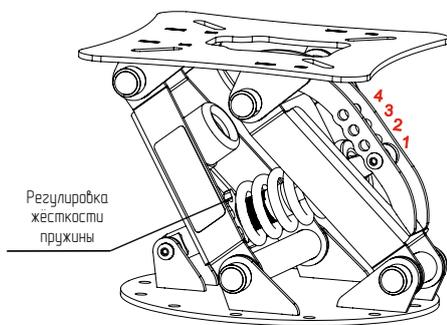

Рис. 2.
3. Выберите предполагаемую нагрузку на амортизационную стойку (таб. 1) и (рис. 2) .